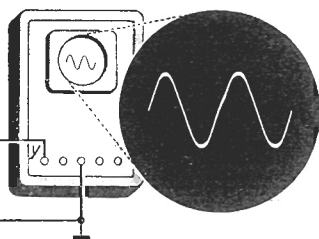

Fig. 13b
- Zet het *X*-kanaal van de oscilloscoop op „intern”. Regel de *Y*-versterking en de *X*-snelheid tot een afbeelding volgens fig. 13b zichtbaar wordt.